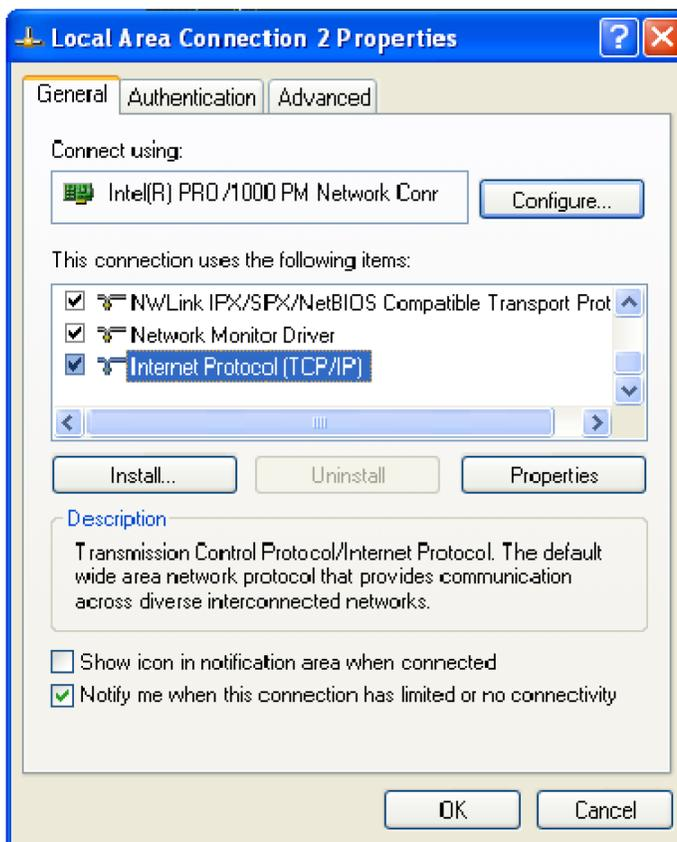

図 18: LAN Connection ダイアログ・ボックス
4. お使いのローカル LAN カードに対応するローカル・エリア接続のアイコンを右クリックし、メニューから **Properties** を選択します。Properties ダイアログ・ボックスが表示されます。(図 18 参照)。